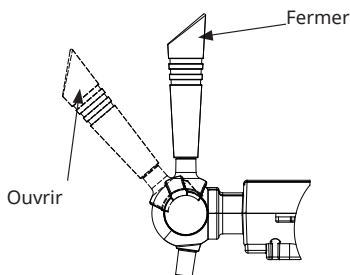

Figure 10
8. Vous pouvez maintenant utiliser le robinet pour servir la bière (tirez la poignée vers l'avant à 45 degrés, comme indiqué dans la figure 10).
Remarque : Lors du raccordement du connecteur de sortie de vin au distributeur de vin, assurez-vous que le robinet de distribution de vin (comme indiqué dans la figure 10) est fermé.